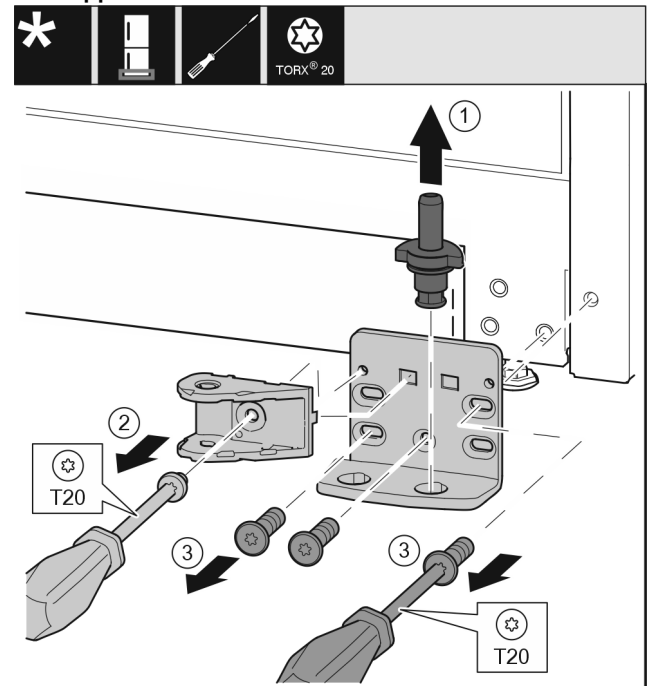

Fig. 34 *
- ▶ Trekk lagerboltet komplett opp og av. Fig. 34 (1)*
- ▶ Skru ut skruen med skrutrekker T20, og ta av lukkedemperforbindelsen. Fig. 34 (2)
- ▶ Skru ut skruene med skrutrekker T20, og ta av lagerbukken. Fig. 34 (3)*